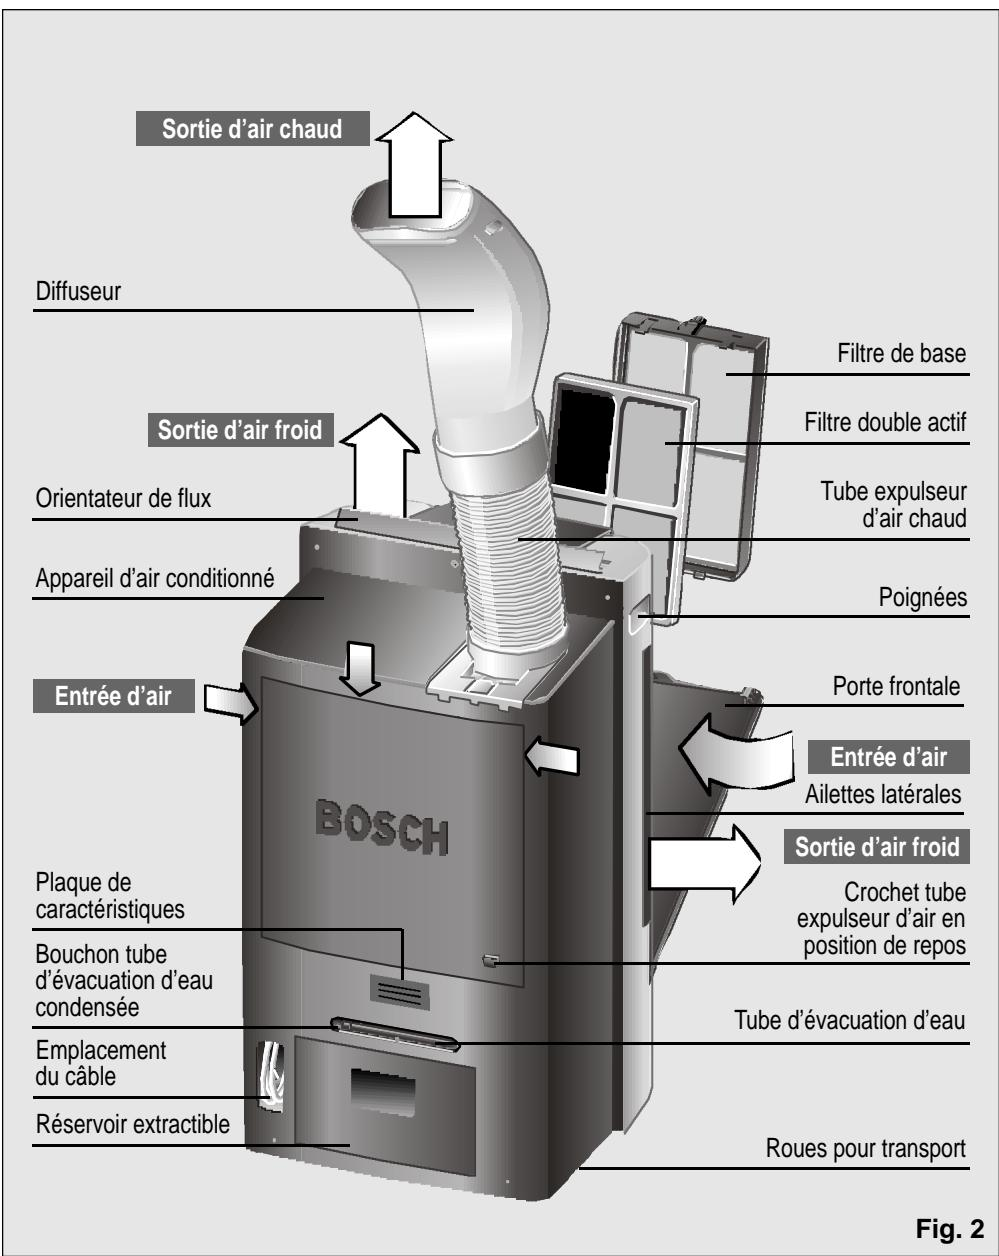

Fig. 2
When contacting the Technical Service, quote the model code (**E-NR**) and the appliance's factory number (**FD**). This information can be found on characteristics plate, **Fig. 2**.
- Le câble de branchement sur secteur dispose d'un logement dans la partie postérieure de l'appareil. Voir Fig. 2.